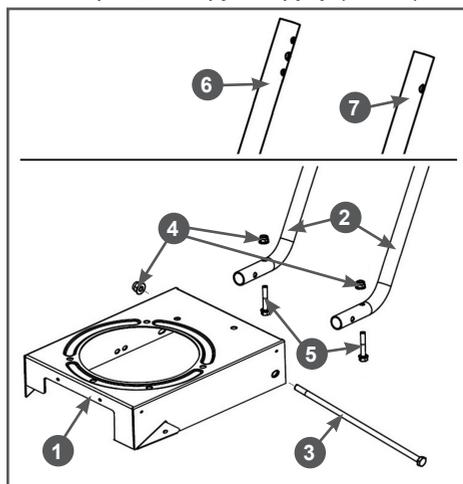

Рис. 3 Установка стоек рабочих рукояток
3. Вставьте в раму 1 мотокультиватора стойки 2 рабочих рукояток (Рис. 3). Совместите отверстия в раме, корпусе редуктора и стойках, вставьте в отверстия болты 3 и 5, закрутите гайки 4 (Рис. 3).
Стойки рабочих рукояток (правая 6 и левая 7) отличаются. Устанавливать стойки рабочих рукояток на раму нужно так, чтобы стороны стоек с тремя отверстиями были обращены друг к другу (Рис. 3).